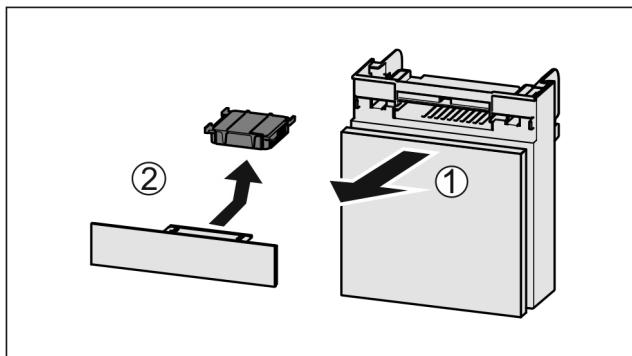

Fig. 137
- ▶ Wyciągnąć Fig. 137 (1) komorę do przodu.
- ▶ Wyjąć Fig. 137 (2) filtr z węglem aktywowanym.